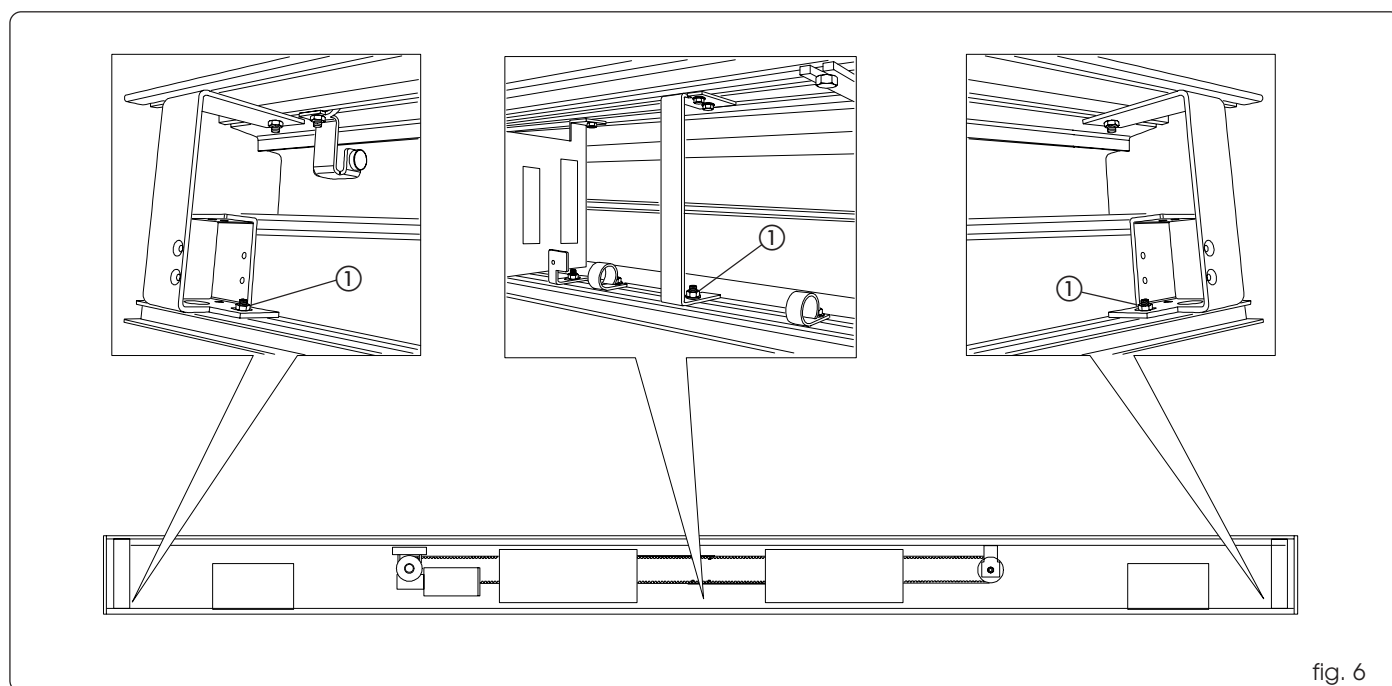

fig. 6
Smontare il profilo carter inferiore svitando le viti di bloccaggio sulle tre staffe di sostegno come indicato in fig. 6 rif. ①.